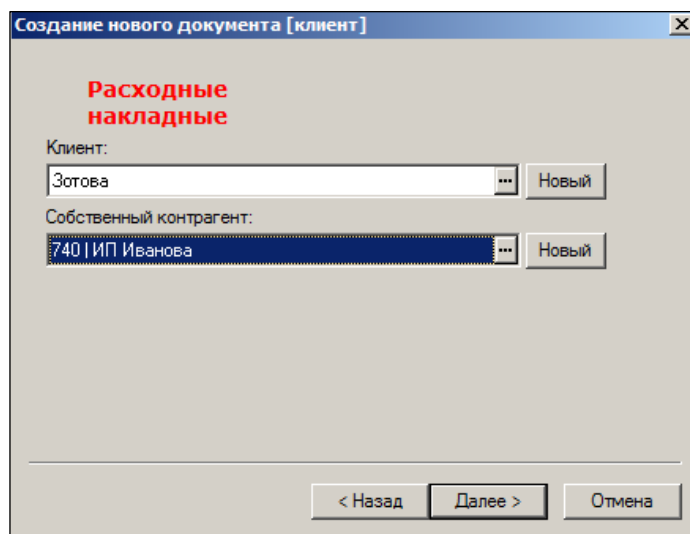

Рисунок 3 – Создание расходной накладной (3)
4. Заполнить поля **Клиент** и **Собственный контрагент** (Рисунок 3): Значения выбираются из классификатора при нажатии кнопки  либо создаются новые значения по кнопке **Новый**.